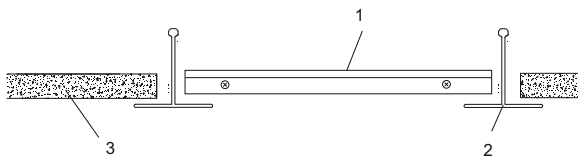

Рисунок 3
2.3 Встраиваемый монтаж производить в подвесные потолки типа «Armstrong» для светильника ДВО 1001А, ДВО 1101А, ДВО 1201А, ДВО 1301А (см. рисунок 3). Светодиодную панель (1) установить на место потолочной плиты 600×600 мм (3) в межпотолочное пространство между направляющими (2) потолка «Armstrong», как показано на рисунке 3.